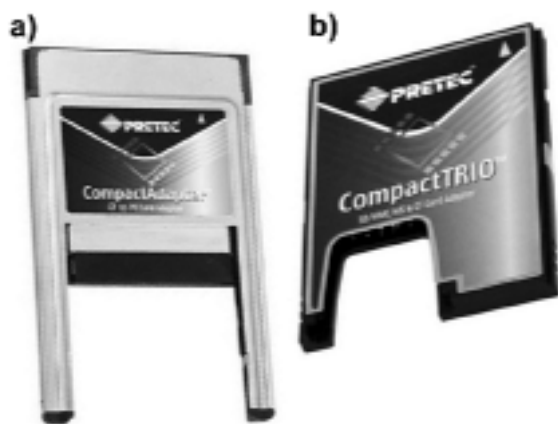

Abbildung 7.5 Eine Festplatte im CompactFlash-Formfaktor: IBM MicroDrive. Speicherkapazität 1 GBytes (nach: IBM)
*) : Beispiel einer anderen Ausführung: eine extrem kleine Festplatte (Abbildung 7.5).